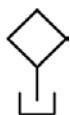

图 17.8.5 绘制矩形（一）
(2) 绘制矩形。
① 运用   命令绘制矩形，其长度值和宽度值均为 19，旋转角度值为 45。
② 移动矩形。选择下拉菜单   命令，以步骤①创建的矩形为移动对象，使矩形的下顶点与直线的上端点重合。绘制的矩形如图 17.8.5 所示。
(3) 绘制直线。
① 切换图层。在“图层”工具栏中选择“虚线层”图层。